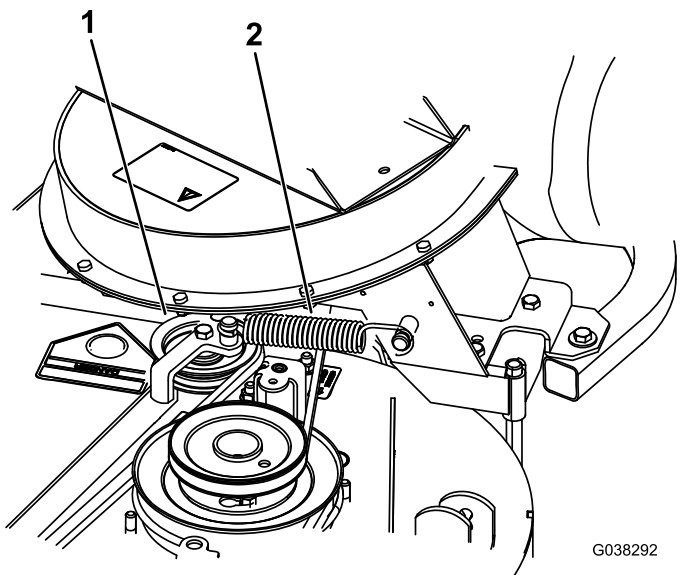

Figure 49
8. Installez le ressort comme montré à la Figure 49.
9. Placez la courroie sur la poulie de tension rappelée par ressort (Figure 49).